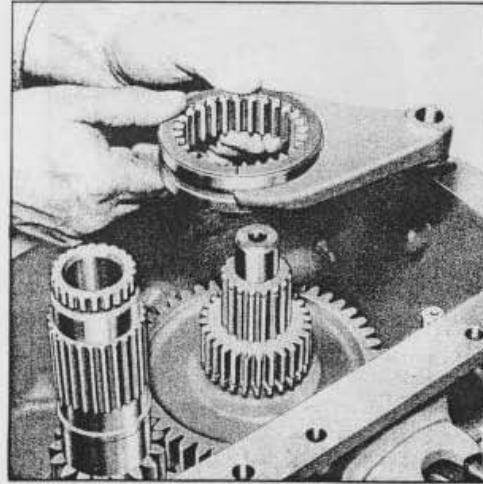

Fig. 18 = Depose du Coulisseau 1ere/3eme / 2eme/5eme
4. Extraire le circlip se trouvant à l'extrémité avant de l'arbre supérieur principal, retirer la rondelle de butée et le pignon 2ème/5ème. Desserrer l'écrou de blocage et retirer la vis de la fourchette de sélecteur de 1ère/3ème/2ème/5ème vitesse, puis retirer la fourchette et le coulisseau (voir Fig. 18).
Remarque: Le pignon interne et le coulisseau doivent être considérés comme indissociables; ils portent des repères indiquant les positions relatives qu'ils doivent occuper une fois montés. (Voir Fig. 18).